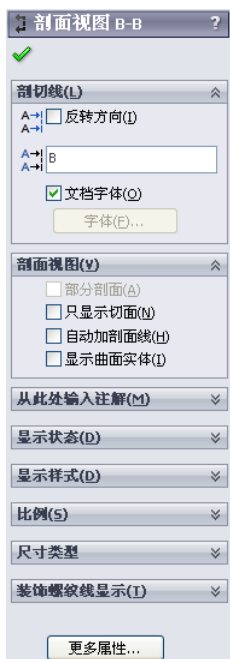
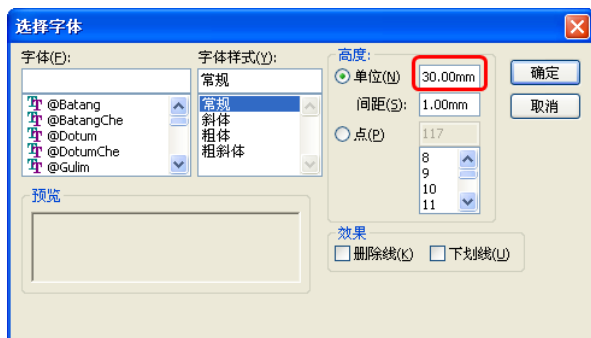
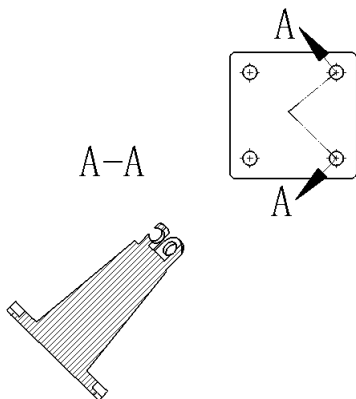

图 12-25 “剖面视图 B-B”属性管理器
图 12-26 “选择字体”对话框
图 12-27 创建旋转剖视图
(3) 选择菜单栏中的“插入”→“工程图视图”→“旋转剖视图”命令，或者单击“工程图”工具栏中的（旋转剖视图）按钮，会出现“剖面视图 B-B”属性管理器，如图 12-25 所示，在属性管理器中设置各参数，在（标号）图标右侧文本框中输入剖面号“A”，取消“文档字体”复选框的勾选，单击按钮，弹出“选择字体”对话框，设置“高度”值，如图 12-26 所示，单击属性管理器中的（确定）按钮，这时会在视图中显示剖面图，如图 12-27 所示。